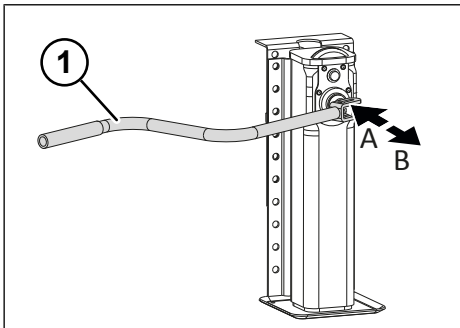

Fig. 5-3: Vitesse de charge et vitesse rapide des appuis arrière
- ▶ Enclencher la vitesse rapide en tirant la manivelle (voir "Fig. 5-3: Vitesse de charge et vitesse rapide des appuis arrière", p. 28).
- ▶ Enclencher la vitesse de charge en poussant la manivelle (voir "Fig. 5-3: Vitesse de charge et vitesse rapide des appuis arrière", p. 28).
- ▶ Régler la vitesse de charge en poussant la manivelle (voir "Fig. 5-3: Vitesse de charge et vitesse rapide des appuis arrière", p. 28).
- ▶ Régler la vitesse rapide en tirant la manivelle (voir "Fig. 5-3: Vitesse de charge et vitesse rapide des appuis arrière", p. 28).